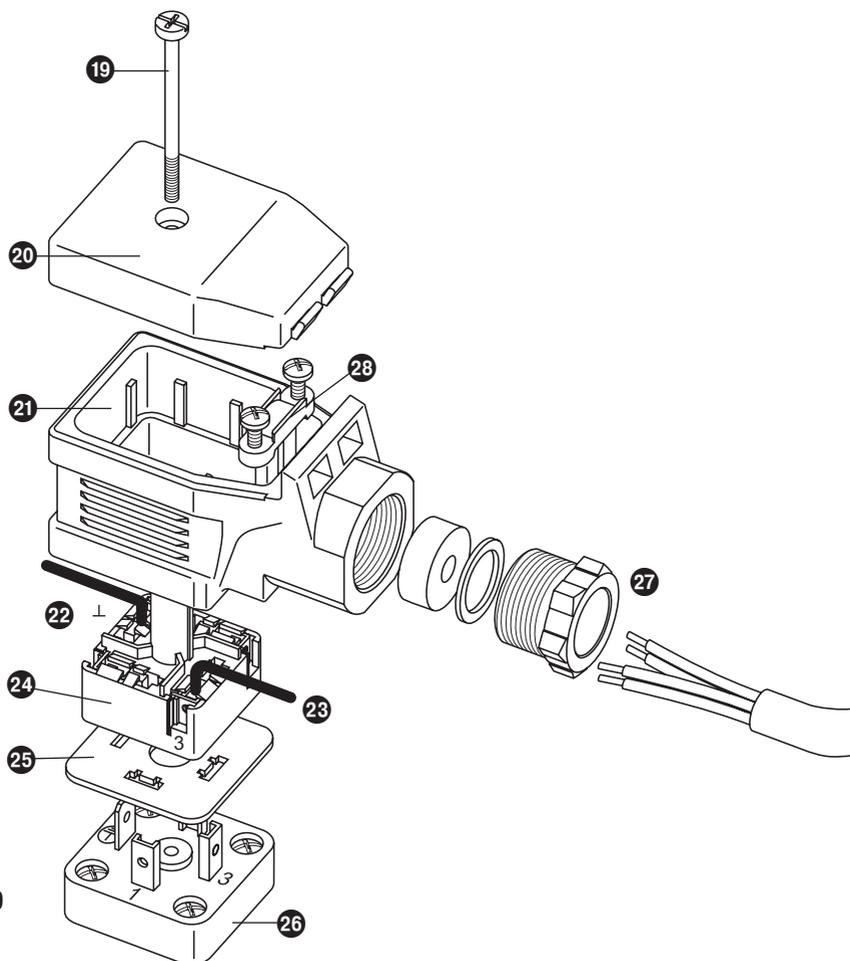

Fig. 9
1. Aflojar el tornillo 19. Fig. 9